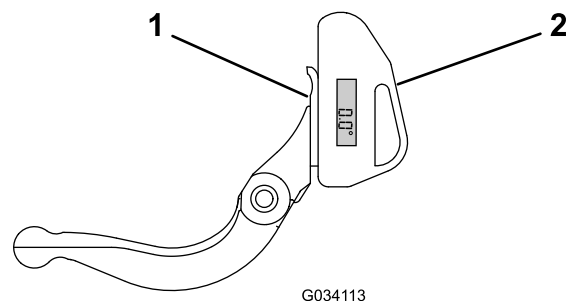

Figura 21
1. Posizionate il goniometro sul lato inferiore della controlama, come illustrato nella Figura 21.